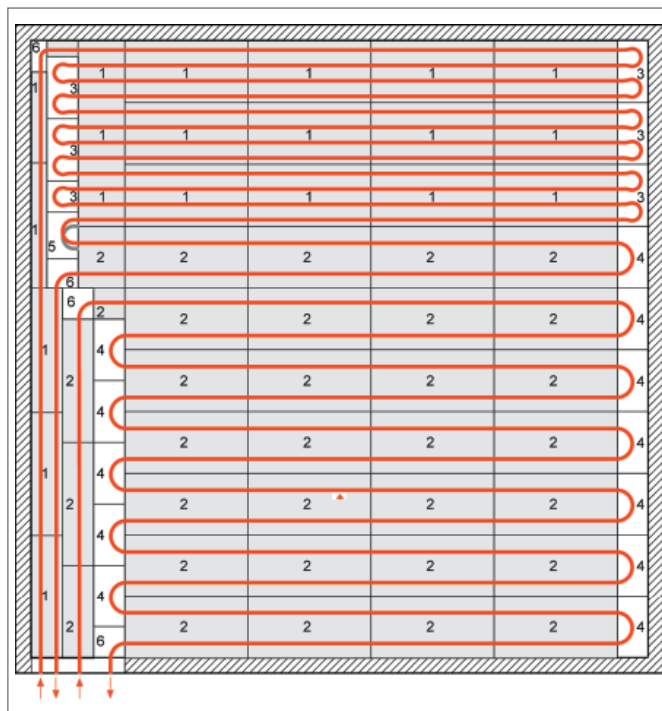

Рис. 3-56 Пример укладки при «сухом» способе монтажа
5. Уложить маты согласно выбранной схеме (см рис. 3-56) избегая пропусков. При необходимости прорезать канавки для трубопроводов в дополнительных элементах при помощи прибора для вырезания канавок.